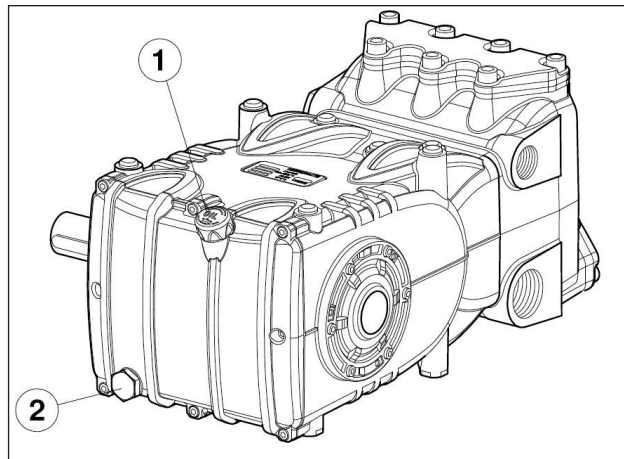

Fig. 3
A partir da haste do nível de óleo pos. ①, Fig. 3.
O controle correto do nível do óleo é realizado com a bomba em temperatura ambiente, a troca do óleo é executada com bomba em temperatura de trabalho, removendo: a haste do nível do óleo pos. ① e, em seguida, o tampão pos. ②, Fig. 3. O controle do óleo e a troca são efetuados conforme indicado na tabela do capítulo 11.
Use uma sonda de temperatura para introduzir no interior do dreno do óleo, pos. ② Fig. 3.